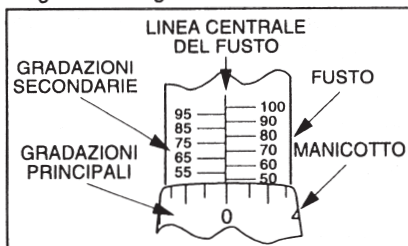

Fig. 2 Impostazione 50 del momento di forza
3. Tenendo l'anello di bloccaggio in posizione di sblocco, impostare la chiave torsiometrica sul valore desiderato del momento di forza ruotando il manico o il fusto, come mostrato di seguito nelle figure 2 e 3.